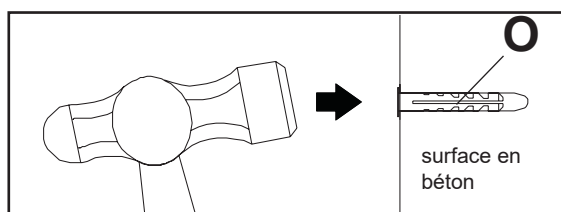
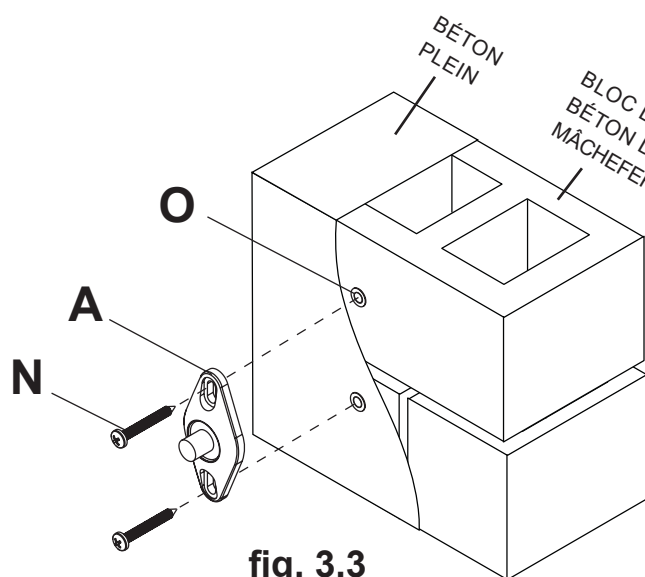

fig. 3.2
fig. 3.3
Utilisez la plaque de montage comme gabarit pour marquer l'emplacement de deux trous de montage. **Remarque :** Pour le montage sur un mur, positionnez les trous de montage à la verticale. Percez deux trous de 8 mm (5/16 po) de diamètre à une profondeur minimum de 48 mm (1 7/8 po). Insérez les ancrages (O) dans les trous au ras du mur comme illustré figure 3.2. Placez la plaque de montage sur les ancrages et fixez à l'aide de deux vis autotaraudeuses n°12 x 1 3/4 po (N) comme illustré figure 3.3.